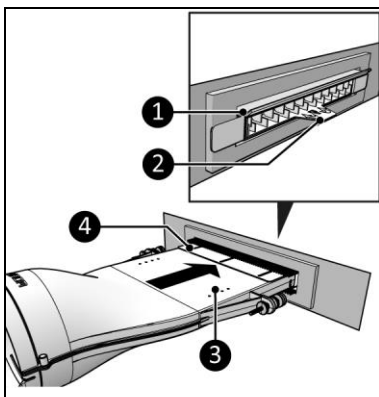
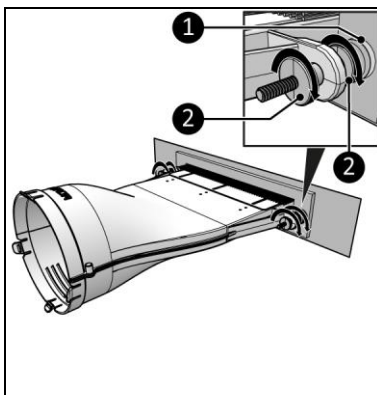

Figure 3
Figure 5
1. Insérez la partie principale (Figure 3, pos. 3) dans le dispositif de transfert (Figure 3, pos. 4).
2. Assurez-vous que seule la poignée (Figure 3, pos. 2) dépasse de la boîte aux lettres (Figure 3, pos. 1).
3. Ajustez et serrez les deux côtés à l'aide des vis de réglage (Figure 5, pos. 2).
4. Assurez-vous que les supports (Figure 5, pos. 1) sont pressés contre l'intérieur de la porte. Lorsque le rabat de la boîte aux lettres s'ouvre vers l'intérieur, assurez-vous que seule la poignée (Figure 3, pos. 1) dépasse de la boîte aux lettres.